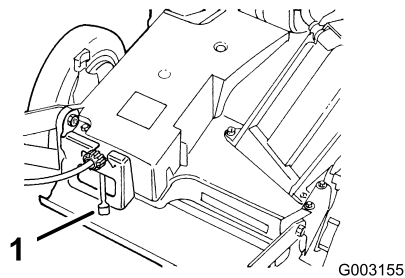

Figura 13
4. Mueva el control de velocidad sobre el terreno a la posición de Punto muerto (N) (Figura 13).
El cortacésped tiene 3 velocidades sobre el terreno. 1 es velocidad lenta, 2 es velocidad media, y 3 es velocidad rápida. El control de velocidad sobre el terreno está ubicado en la parte trasera de la cubierta de la correa (Figura 13).